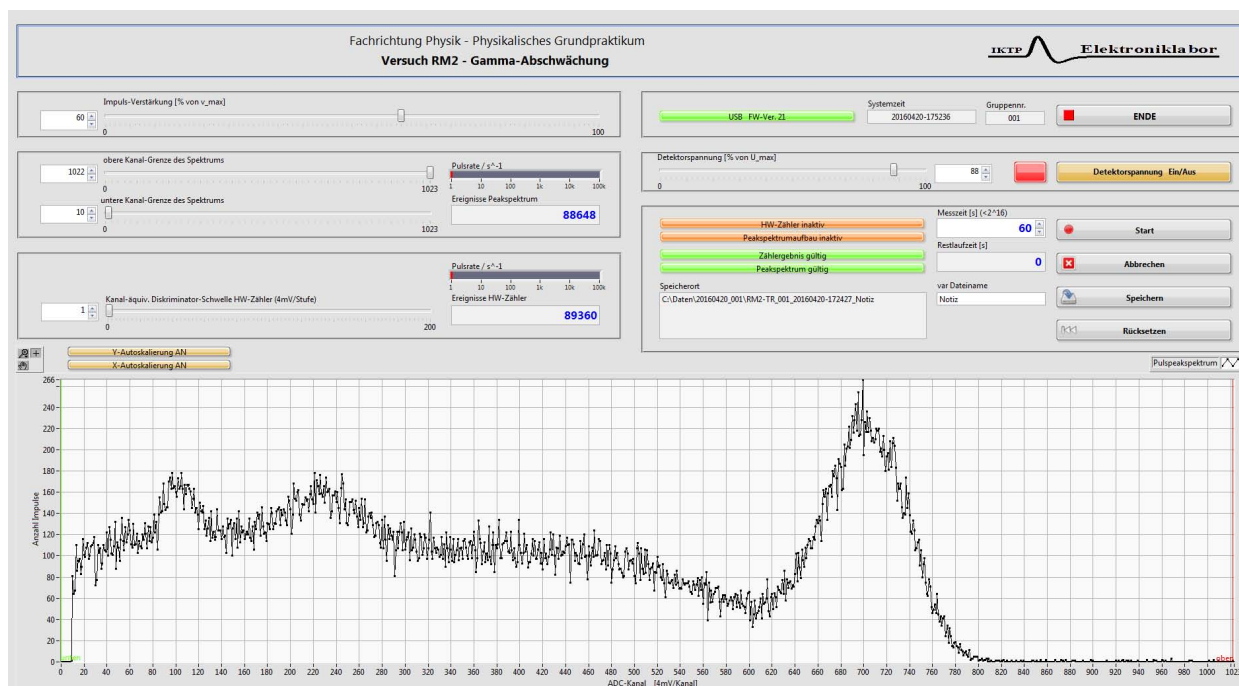

Abb. 1: Benutzeroberfläche des Steuer- und Datenerfassungsprogramms
- Starten des Programms RM2-Gamma am PC (vgl. Abb.1)